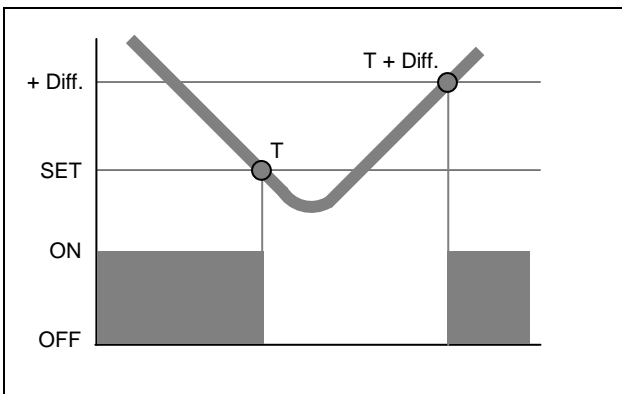

Figure 29 – PRINCIP PROVOZU V MÓDU AmbT/ExtT (CHLAZENÍ)
V chladicím módu (viz Figure 29), je okruh zapnutý dokud není dosaženo nastvené teploty (T); po dosažení této teploty je orkuh vypnut a poté je následně zapnut když je dosaženo hodnoty nastavená teplota + diference (T + Diff) .